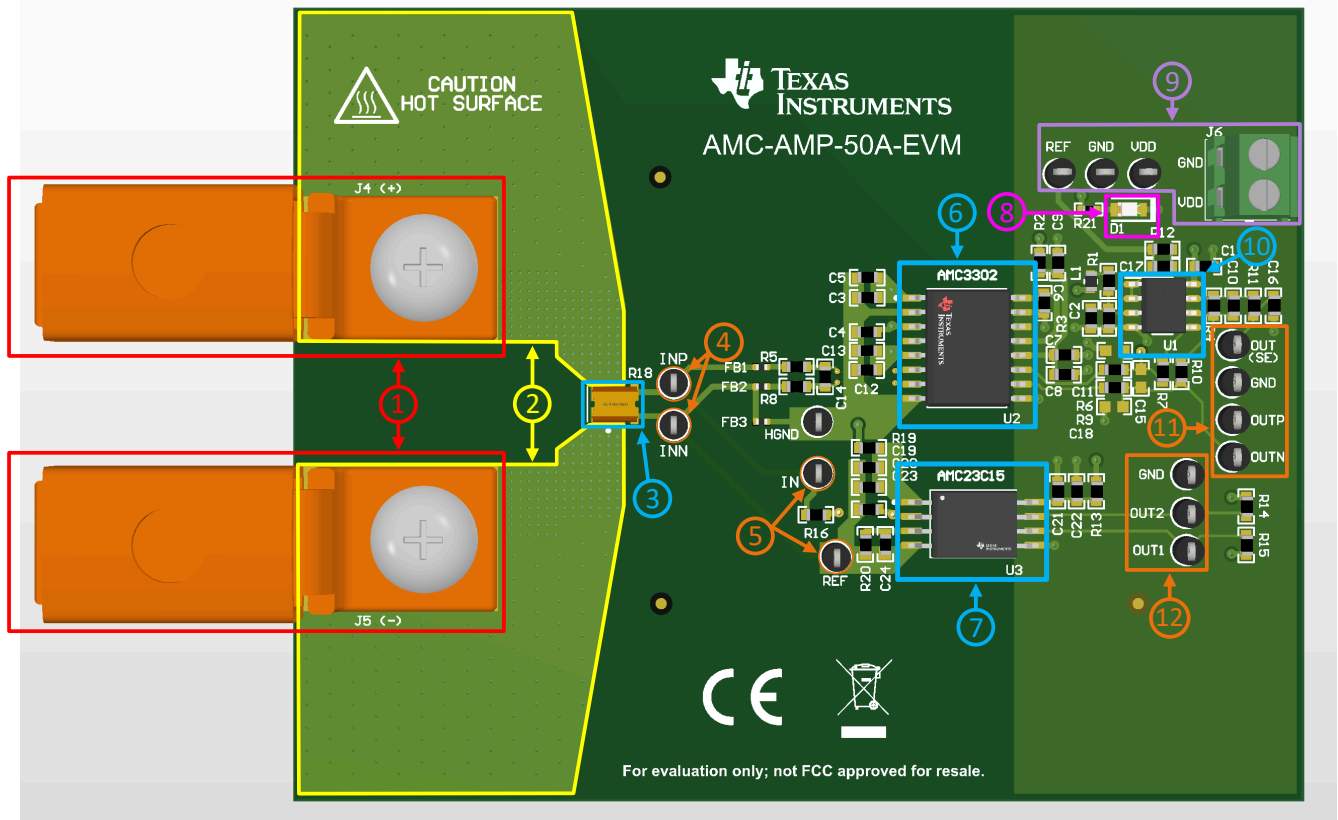
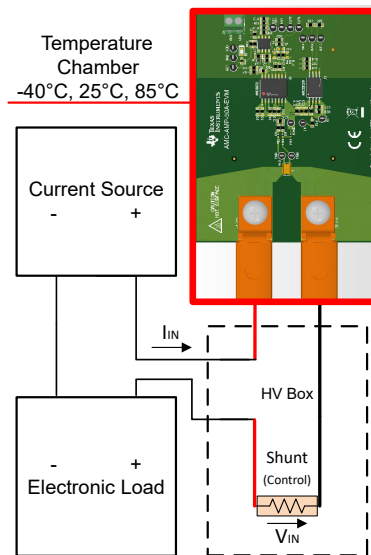
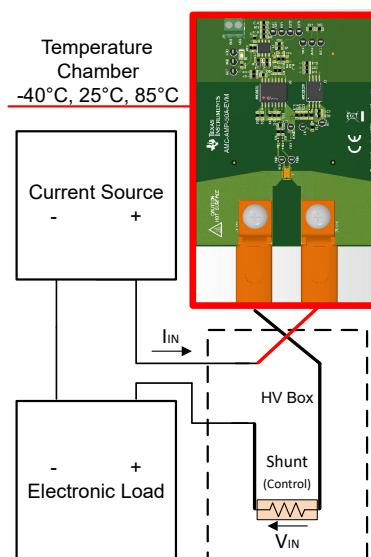

图 2-1. AMC-AMP-50A-EVM 硬件标签
图 4-1. 正电流设备设置
图 4-2. 负电流设备设置
2. 将 DMM 连接到以下测试点。有关测试程序设置和连接映射，请参阅图 4-1、图 4-2 和图 2-1。
- d. AMC3302 单端输出，OUT(SE) 和 GND： V_{OUT_SE}